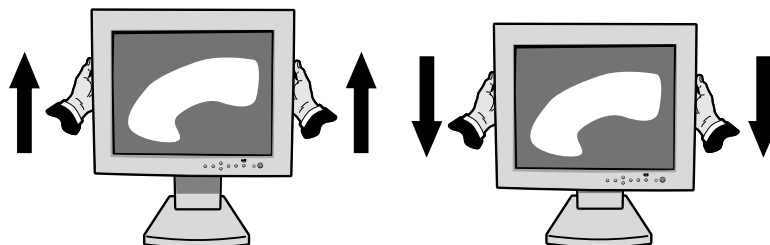

Abb. RL.1
Legen Sie die Hände auf jede Monitorseite und heben oder senken Sie ihn auf die gewünschte Höhe (Abbildung RL.1).
Legen Sie die Hände auf jede Monitorseite und heben Sie ihn auf die höchstmögliche Position an, um den Bildschirm anzuheben (Abbildung RL.1).
2. Legen Sie die Hände auf jede Monitorseite und heben Sie ihn auf die höchstmögliche Position an (Abbildung RL.1).